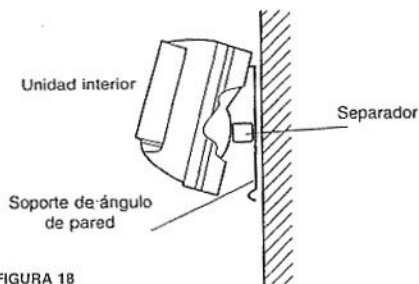

FIGURA 18
- Inserte el distanciador (en dotación) entre la unidad interior y el soporte, y sepárela de la parte inferior de la pared, según figura 18.